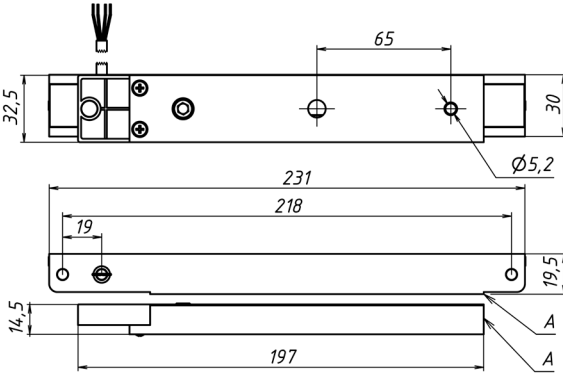

Рисунок 2
**ВНИМАНИЕ!** При монтаже замка правильное положение якоря относительно корпуса обеспечивается при совмещении кромок А (рисунок 2).